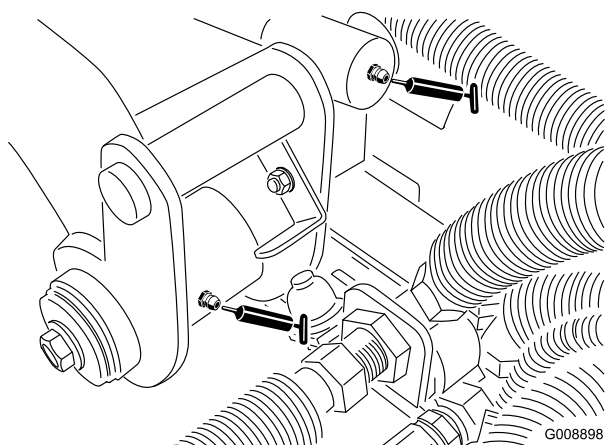

図 34
- ・ 後昇降アームのピボット昇降シリンダ (2ヶ所) (図 34)